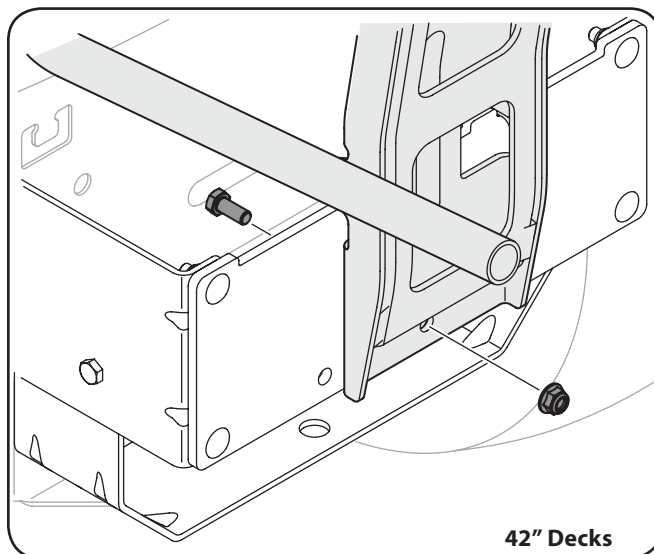
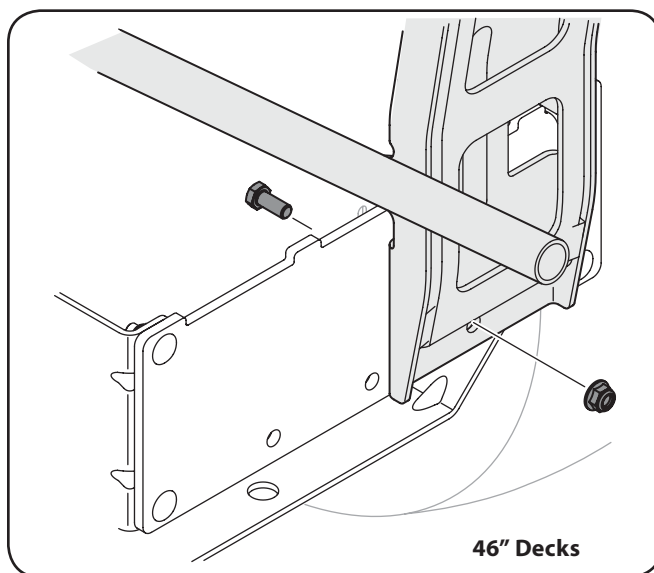

Figure 4-10
Figure 4-11
5. Fixez l'assemblage des battants au support de montage à l'aide d'un boulon 5/16" et d'un écrou à épaulement fournis. Consultez la figure 4-10.
Note: Sur les tracteurs de 42 "platines supports de montage de l'appui dans le trou central comme on l'a vu ci-dessus dans la Fig. 4-10. Sur les tracteurs de 46 "des ponts, supports de montage de l'appui dans le trou de la main droite comme on l'a vu dans la Fig. 4-11.